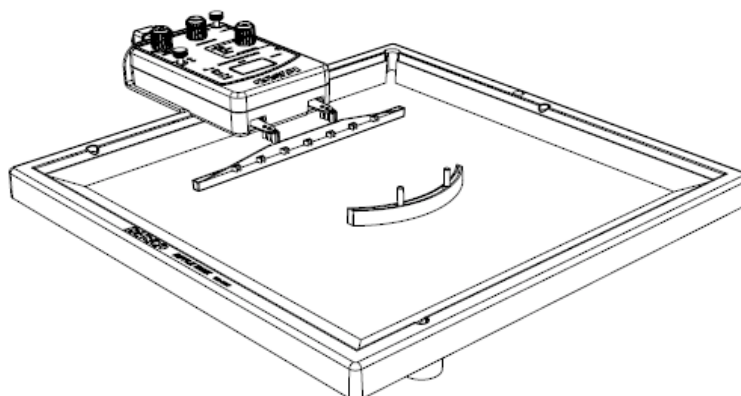

Figure 1.3: Position de la barrière incurvée
1. Remplacer la barrière longue par la barrière incurvée et la placer de telle sorte qu'elle soit face au front d'onde (voir figure 1.3)